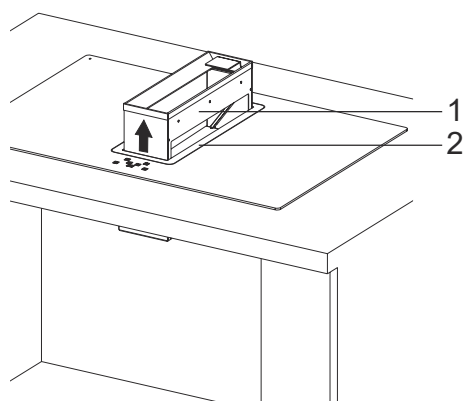

Fig. 9
13. För att säkerställa att vätska och smuts inte kommer in direkt i motorn samlas detta i botten av behållaren. Den rymmer en begränsad mängd vätska/smuts. (Fig 9/2).
Lyft behållaren och ta ur den (Fig. 9).